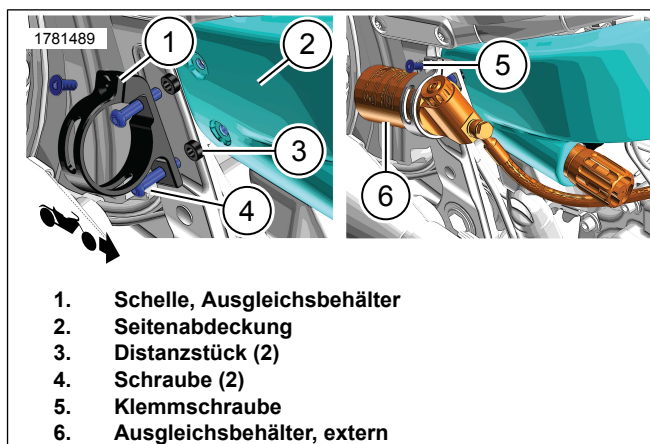

Abbildung 5. Externer Behälter
4. Den externen Ausgleichsbehälter (6) vorsichtig in die Behälterhalterung (1) einsetzen.
- a. Abbildung 5 So ausrichten, dass der Schlauch optimal verlegt ist.
5. Die Klemmschraube (5) einbauen. Festziehen.